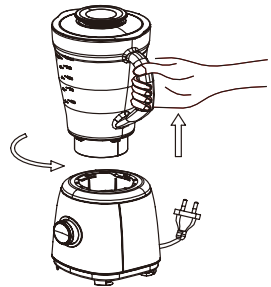

Fig 3
3. Vegye ki a fedelet (10), vagy a mérőpoharat (9) és helyezze be a hozzávalókat a kehelybe.
5. A vezérlőpanel (4) használatával állítsa be a kívánt sebességet 1,2 vagy Pulse.
10. Húzza ki a hálózathoz a készüléket, vegye ki a kelyhet a turmix aljából úgy, hogy órajárással ellentétes irányba az unlock feliratig forgatja. (Fig 3), Utána vegye le a tetőt és öntse ki tartalmát.